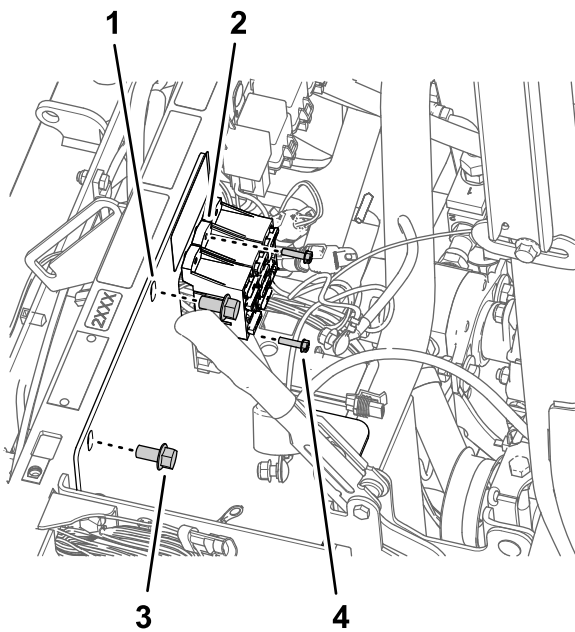

Figura 172
- Rimuovete i bulloni (10-24 x ¾") e i dadi (10-24) che fissano il portafusibili alla staffa della batteria (Figura 172).
4. Rimuovete i 2 bulloni a testa flangiata ($\frac{3}{8}$ " x $\frac{3}{4}$ ") che fissano la staffa della batteria al tubo di supporto dell'ammortizzatore della macchina (Figura 172).